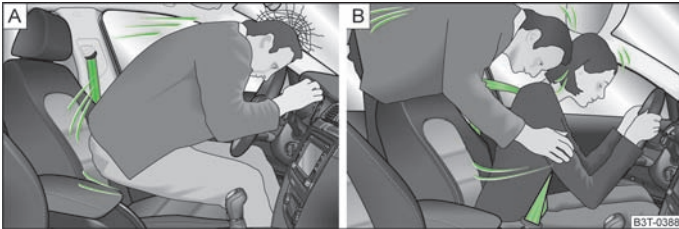

Abb. 137 Nicht angegurter Fahrer / Nicht angegurter Mitfahrer auf dem Rücksitz
- Bei einem Frontalunfall werden nicht angegurte Insassen nach vorn geschleudert und schlagen unkontrolliert auf Teile im Fahrzeuginnenraum, wie z. B. Lenkrad, Schalttafel, Frontscheibe, auf » Abb. 137 - [A]. Sie können unter Umständen sogar aus dem Fahrzeug geschleudert werden, was lebensgefährliche oder sogar tödliche Verletzungen zur Folge haben kann.
Auch für Mitfahrer auf dem Rücksitz ist es wichtig, sich anzugurten, da sie bei einem Unfall unkontrolliert durch das Fahrzeug geschleudert werden. Ein nicht angegurter Mitfahrer auf dem Rücksitz gefährdet also nicht nur sich, sondern auch die vorn sitzenden Insassen » Abb. 137 - [B].